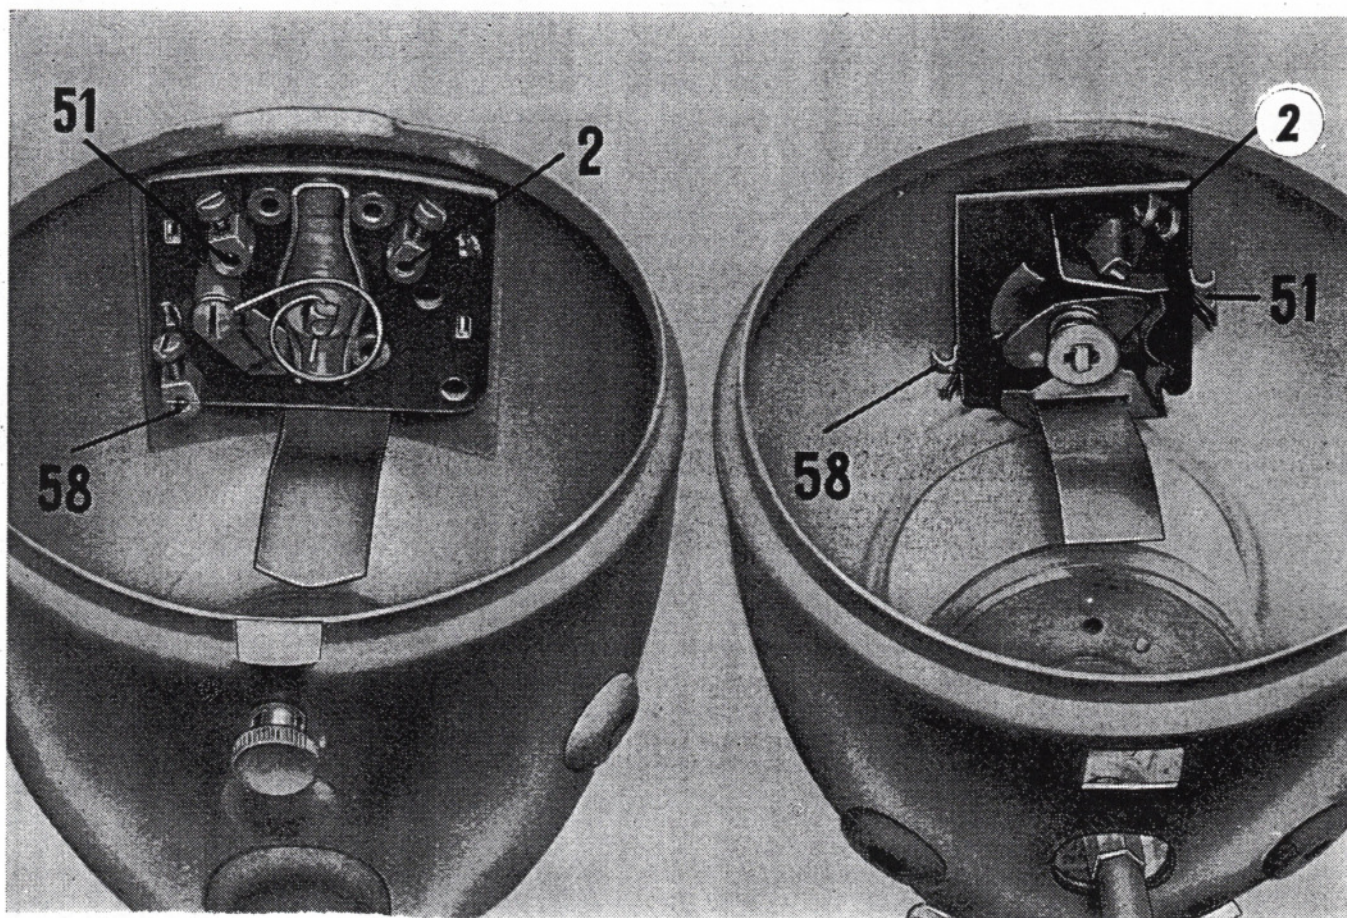

Abb. 84 Scheinwerfer geöffnet
Kurzschlußleitung oder Schalter im Scheinwerfer hat Masseschluß.	Kabel grün (2) (Abb. 84) im Scheinwerfer klemmen und freilegen. Blanke Stellen suchen und isolieren.
Hinweis: Bei Scheinwerferausführung Hella (auf Abb. 84) werden die Kabel nur eingeklemmt.